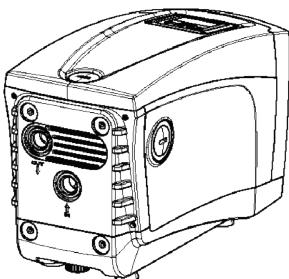

Rysunek 3
- Wewnętrz wnęki technicznej znajduje się (patrz rys. 3).
Zbiornik wyrównawczy został napełniony sprężonym powietrzem poprzez zawór dostępny z wnęki technicznej (rys. 3 punkt 1). Wartość napełnienia dostarczanego przez producenta zbiornika wyrównawczego jest zgodna z ustalonymi domyślnie parametrami SP i RP oraz spełnia następującą zależność: